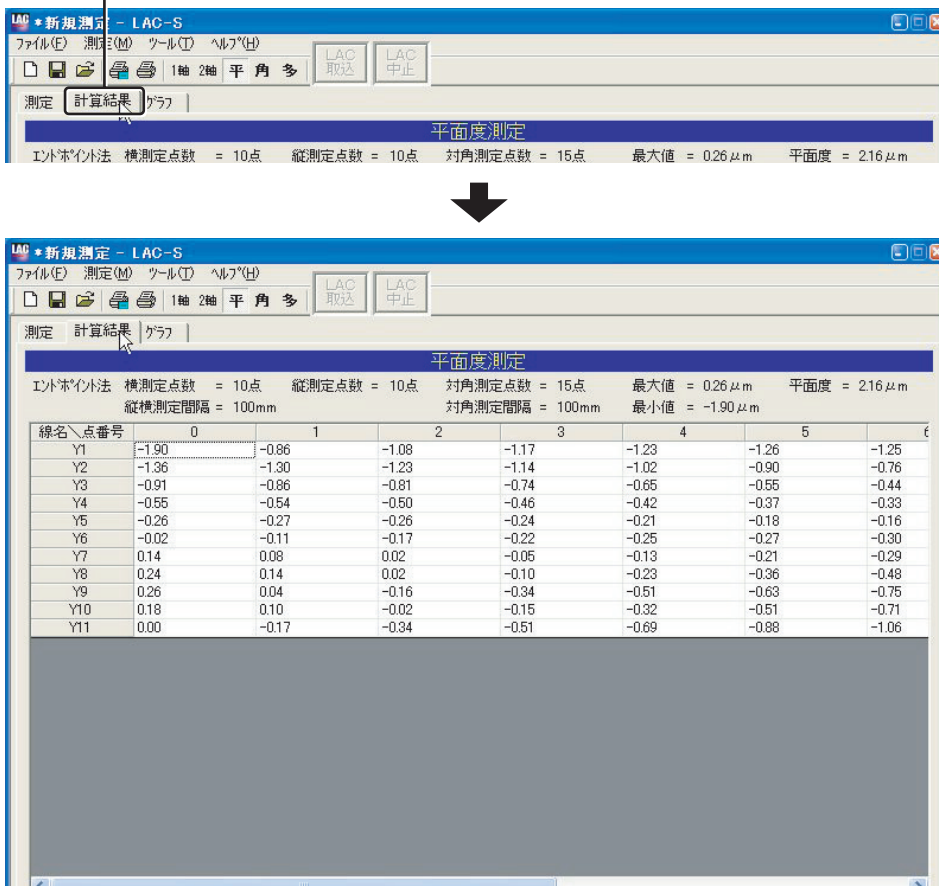

図5-9-13
5.9.2で行った「計算結果」を表示します。平面度測定画面の[計算結果]タブをクリックすると「計算結果」が表示されます(図5-9-13)。